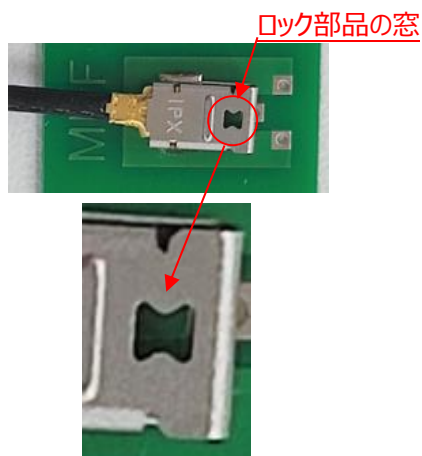

Fig.17 (アンロック状態)
- Fig.17 のように、ロック部品の窓全体にコネクタが見えるまでロック部品をスライドしてください。この時、過剰な力を加えないでください。